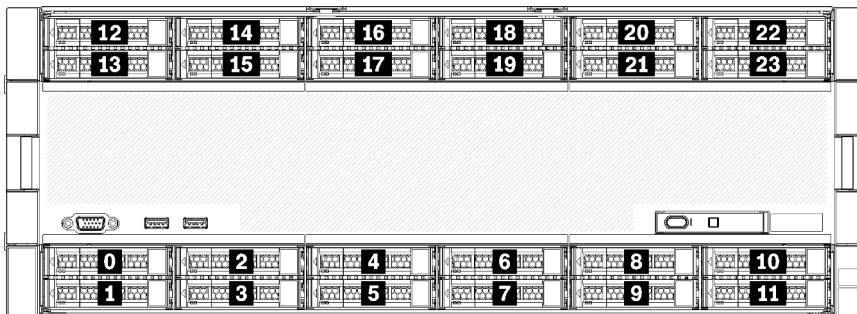

Abbildung 3. Position der Laufwerke
- Die oberen zwei Laufwerke unterstützen Laufwerke mit SAS-, SATA- oder NVMe-Schnittstelle (Lenovo AnyBay). Der Server unterstützt je nach Serverkonfiguration bis zu 12 NVMe-Laufwerke. Die NVMe-fähigen Laufwerkpositionen sind die geradzahligen Positionen, wie dargestellt in Abbildung 3 „Position der Laufwerke“ auf Seite 12.